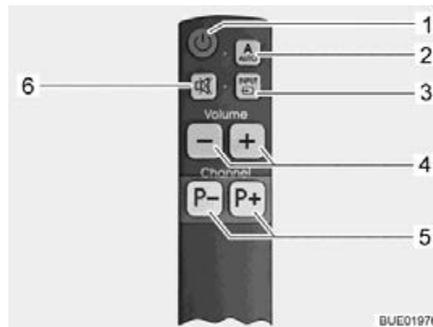

Bild 63 Vereinfachte Fernbedienung (optional)
Anlage einschalten: ■ Taste AUTO (Bild 62,2 oder Bild 63,2) 1 Sekunde lang drücken. Fernsehgerät und Steuereinheit sind damit eingeschaltet.
TV-Programm wählen: ■ Programmwahltasten (Bild 62,4 oder Bild 63,5) drücken, bis das gewünschte TV-Programm gewählt ist.
Signalquelle wählen: ■ Taste INPUT (Bild 62,3 oder Bild 63,3) so oft drücken, bis die gewünschte Signalquelle ausgewählt ist.
■ Um zur Satellitenkanal-Anzeige zurückzukehren, Taste INPUT (Bild 62,3 oder Bild 63,3) so oft drücken, bis die Signalquelle DVB-S2 ausgewählt ist.
Anlage ausschalten: ■ Taste AUTO (Bild 62,2 oder Bild 63,2) drücken.
- Taste Fernsehgerät Ein/Aus (Bild 62,1 oder Bild 63,1) drücken. Die Steuereinheit wird nicht eingeschaltet, die Antenne bleibt in Parkposition.
- Taste INPUT (Bild 62,3 oder Bild 63,3) so oft drücken, bis die gewünschte Signalquelle (z. B. DVD) ausgewählt ist.
- Zum Ausschalten des Fernsehgeräts Taste Fernsehgerät Ein/Aus (Bild 62,1 oder Bild 63,1) drücken.